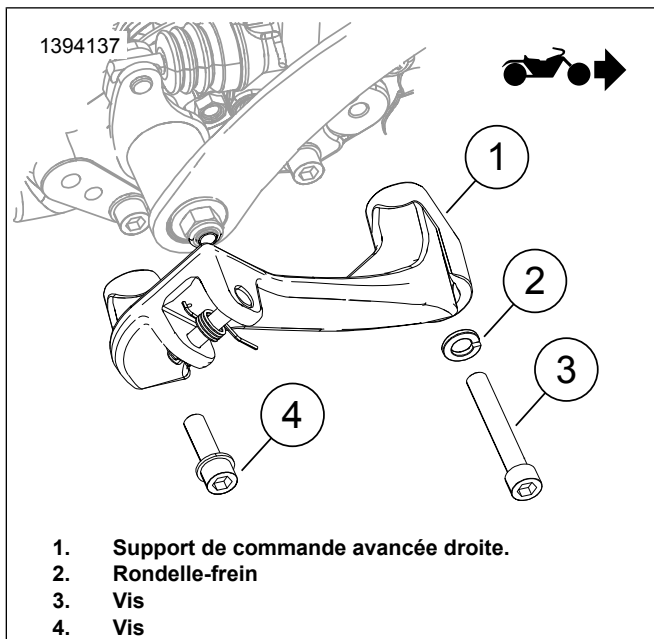

Figure 2. Commande avancée droite
1. Voir la figure 2. Positionner le support de commande avancée droit (1).
2. Installer la vis avant (3) et la rondelle-frein (2). Serrer.